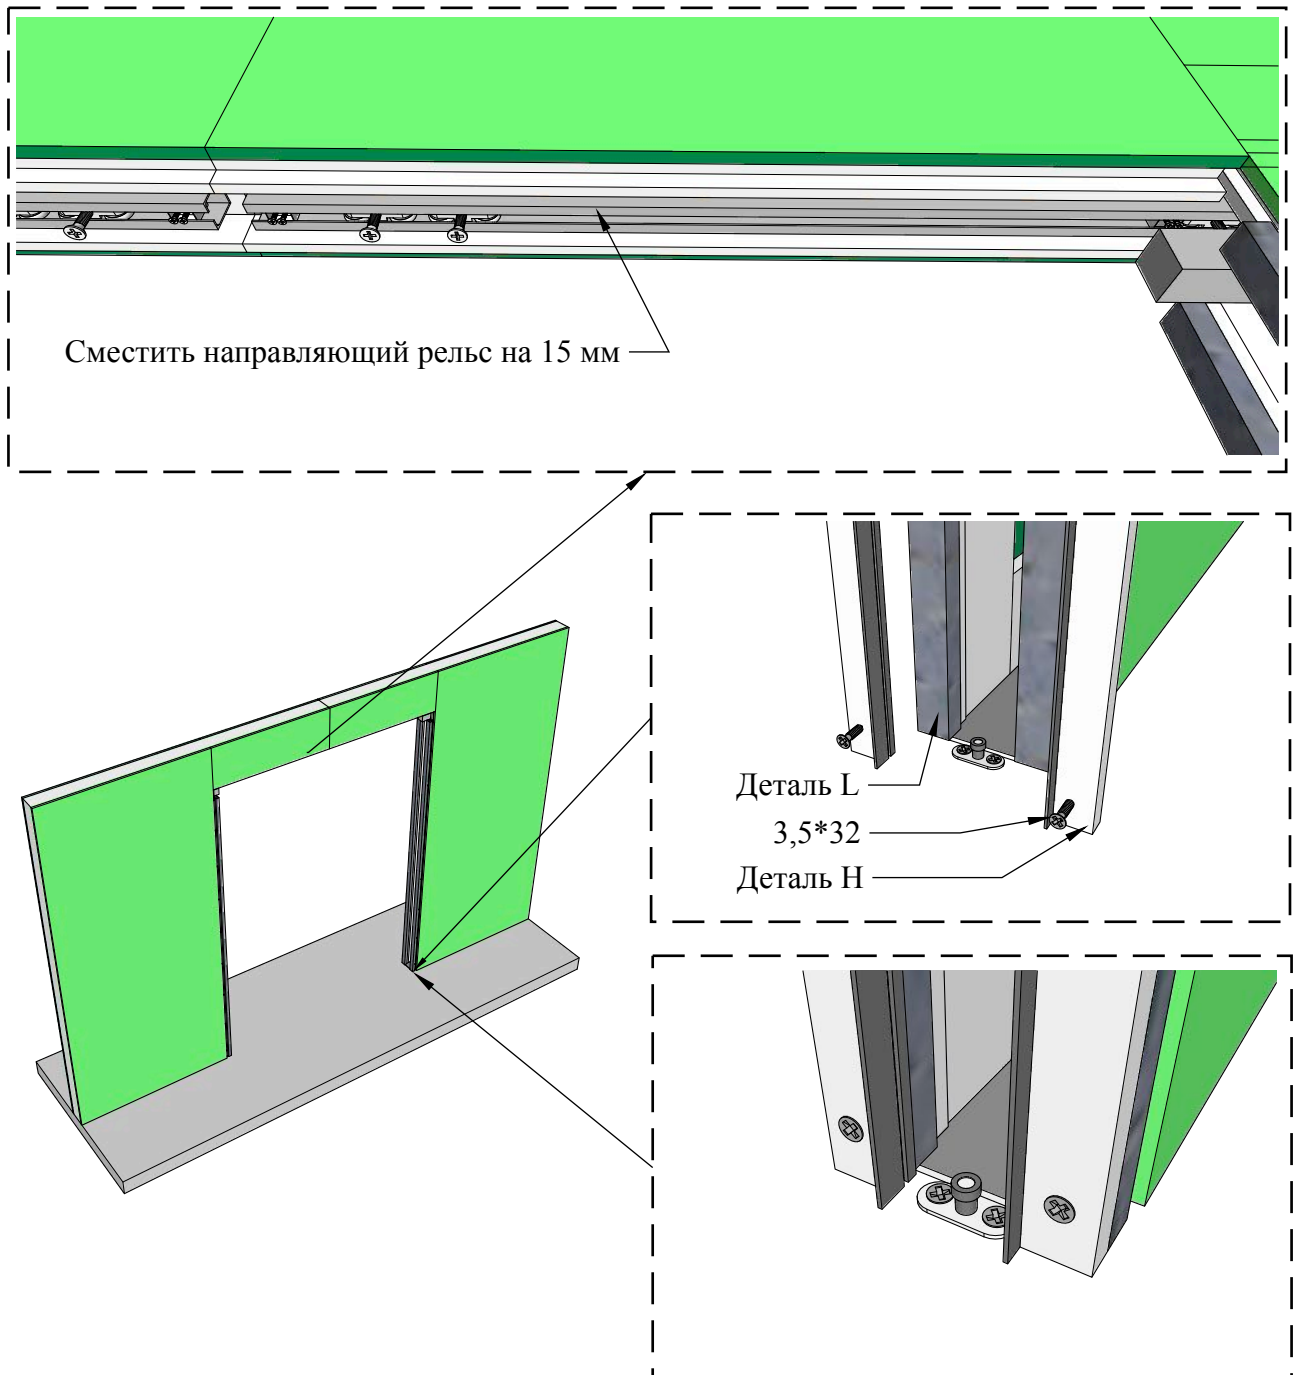

Рисунок 21
8.5. После монтажа дверного полотна следует обратно установить детали Н на жёсткость L, закрепив самрезами 3,5\*32 мм. Перед установкой вставьте в пазы деталей Н щёточный уплотнитель (Рис.21).